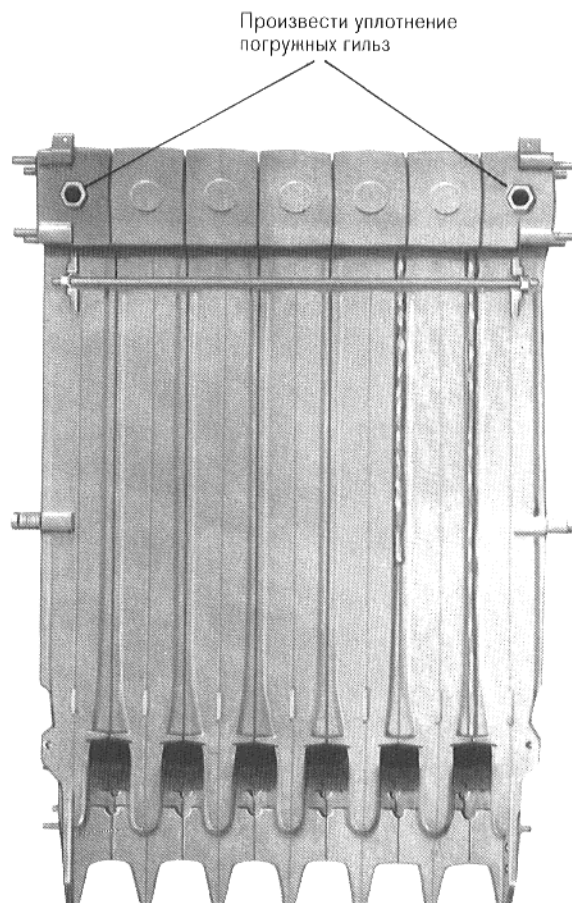

Рис. 12
Перед испытанием на герметичность необходимо произвести уплотнение погружных гильз (рис. 12). При монтаже посторонних приборов погружную гильзу должен обеспечить заказчик.
**После испытания на герметичность** произвести уплотнение котла при помощи шпатлевки для распыления (мешочек для распыления) и равномерно размазать кисточкой по шву (рис. 12). Произвести монтаж водопроводов. **Учитывать при этом необходимое для монтажа газовой горелки (арматур) место (см. 4. Установка).**